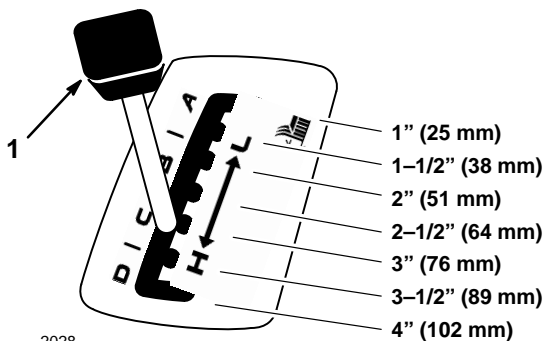

Abbildung 6
2. Den Schnitthöhenhebel (Mähdeckverstellung) hochziehen und auf die gewünschte Position stellen (Abb. 6).